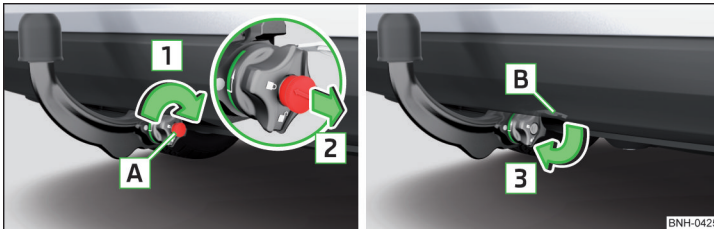

Abb. 108 Schloss verriegeln und Schlüssel abziehen / Kappe auf das Schloss stecken
- Den Schlüssel **A** in Pfeilrichtung **1** drehen, sodass der Pfeil am Schlüssel zum Symbol **B** » Abb. 108 zeigt.